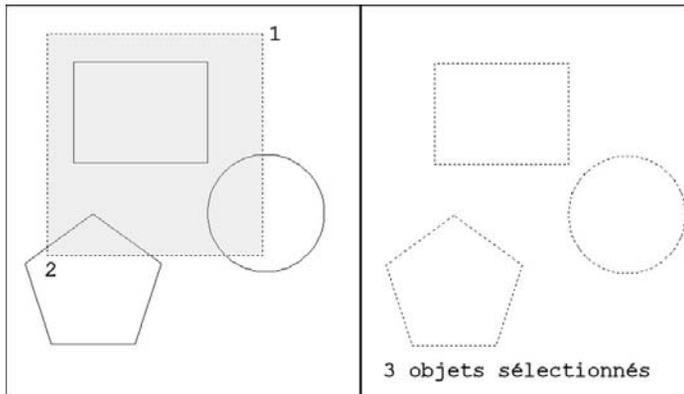

Fig.3.18
- ▶ **Capturé** (Crossing) : permet de sélectionner les entités contenues entièrement ou partiellement dans la fenêtre de sélection. Il convient de pointer un point de base puis d'agrandir la fenêtre de sélection vers la gauche (fig.3.18). La fenêtre de sélection est de couleur verte.